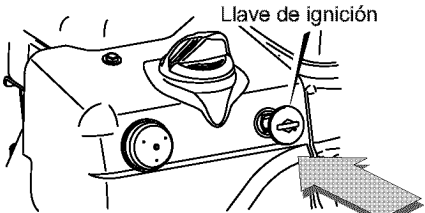

Figura 66
5. Saque ambas llaves de ignición de la bolsa plástica. Inserte una de ellas en la ranura de encendido (vea la Figura 66). Asegúrese de que la llave encaje bien. **No gire la llave de ignición.** Guarde la segunda llave en un lugar seguro.